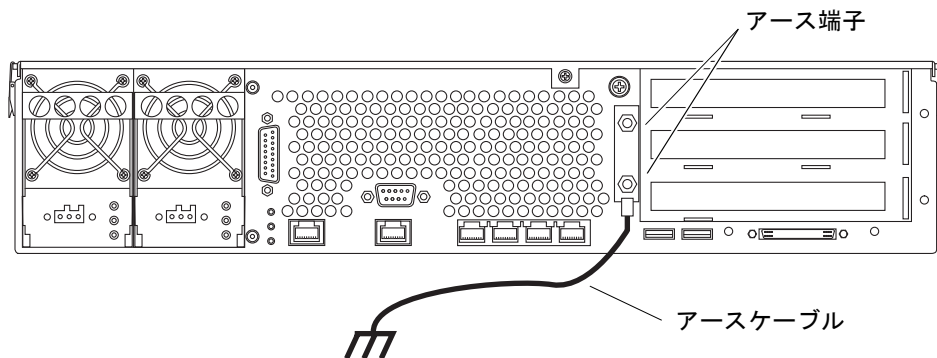

図 4-3 シャーシのアース端子の位置
2. サーバーの背面に回り、シャーシの 2 つのアース端子の位置を確認します (図 4-3 を参照)。